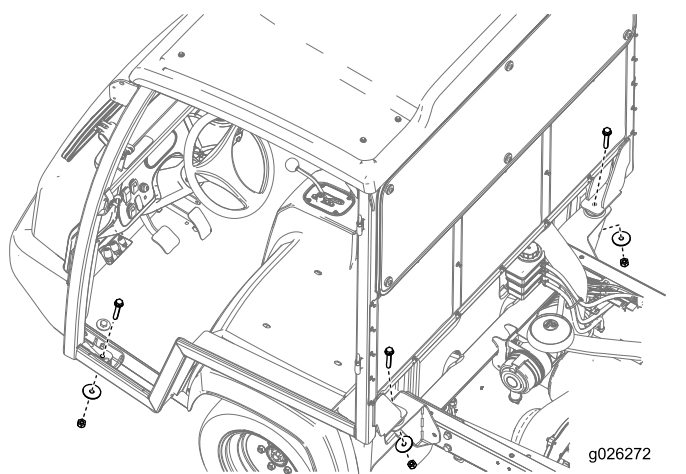

Figure 32
6. Fixez le cadre à la machine au moyen de 4 boulons (½"), 4 rondelles (½") et 4 écrous (½"), comme montré à la Figure 32.